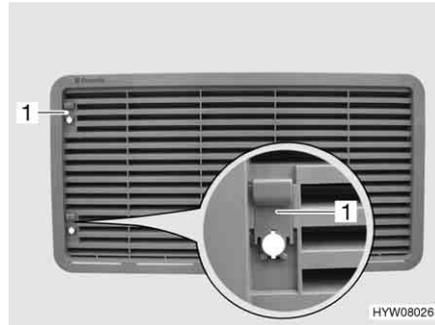

Bild 145 Kühlschrank-Lüftungsgitter
- Schieber (Bild 145,1) nach oben schieben.